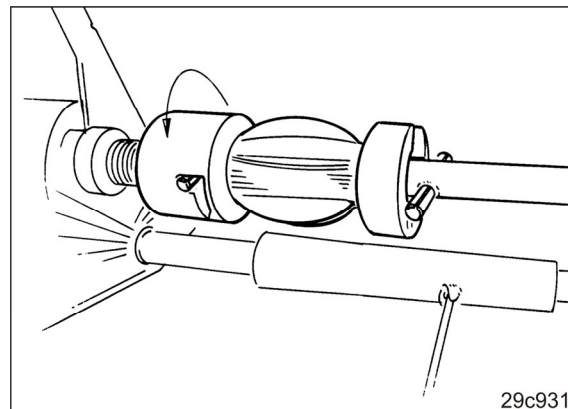

Fig. 209
3. Desligar a metade do veio semeador à esquerda (Fig. 209)